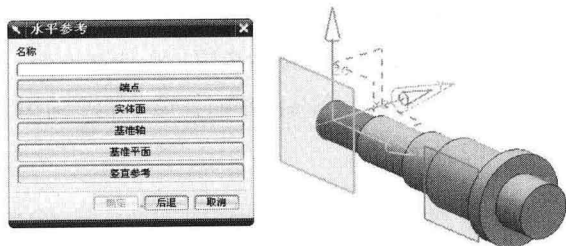

图 1-26 “水平参考”对话框
③ 系统弹出“水平参考”对话框, 如图 1-26 所示, 该对话框用于设定键槽的水平方向, 此处选择轴上任意一段圆柱面即可。